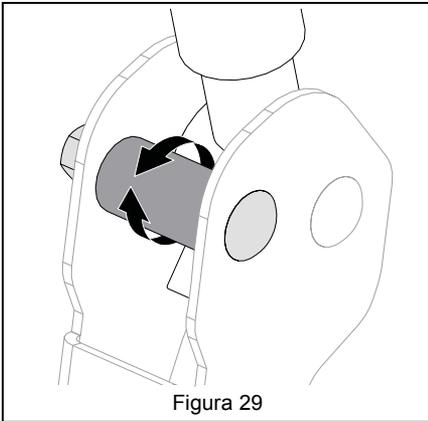

Figura 29
5. Girar el espaciador excéntrico para que las palancas estén a la misma altura y quede un hueco de 1.3 cm – 2.5 cm (1/2" – 1") entre las palancas. Consulte Figura 29.